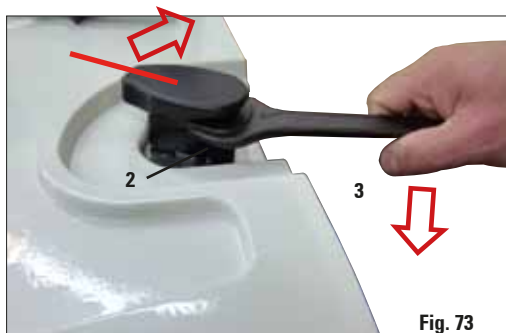

Fig. 73
- Colocar la llave de una boca debajo del bloqueo de la retorta (Fig. 73, 2).
- Continuar girando el bloqueo de la retorta con la llave de una boca en el sentido de las agujas del reloj (Fig. 73, 3) y superar el tope (el perno de soporte se romperá en el punto de ruptura).